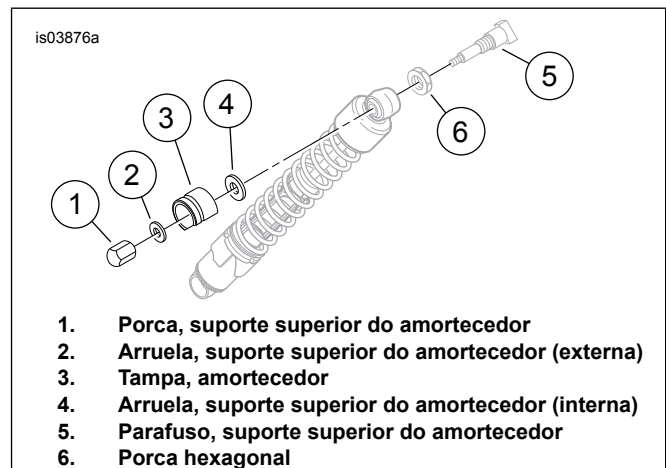

Figura 1. Suporte superior do amortecedor traseiro, modelos anos 1994 a 1999
2. Veja a Figura 1. Remova e descarte a porca superior do amortecedor (1), a arruela externa (2) e a tampa do amortecedor (3). Não remova a arruela interna original (4) posicionada atrás da tampa do amortecedor e contra o mesmo.